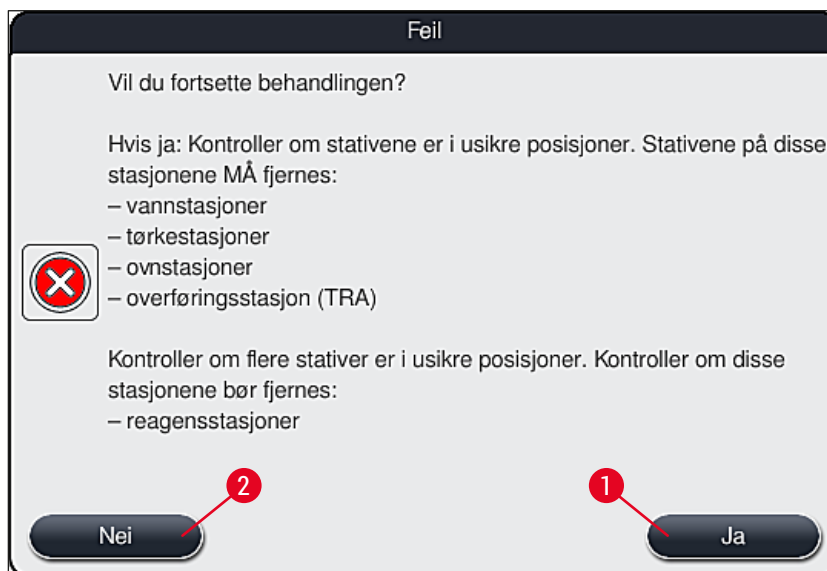

Fig. 110
4. Deretter kan brukeren velge om fargeprosessen skal gjenopptas (→ S. 130 – 8.2.2 Gjenoppta fargeprosessen etter et strømbrudd) eller avbrytes (→ S. 131 – 8.2.3 Avbryte alle fargeprosesser etter et strømbrudd) (→ "Fig. 110").
2. Fjern de kritiske stativene fra instrumentet i samsvar med forrige informasjonsmelding (→ "Fig. 110"), og bekreft fjerningen ved å trykke på den tilsvarende stasjonen (→ "Fig. 111-1") på skjermen.
Du kan angre avbrytelsen av fargeprosessen og returen til forrige valgmeny (→ "Fig. 110") ved å trykke på **Avbryt**-knappen (→ "Fig. 112-2").